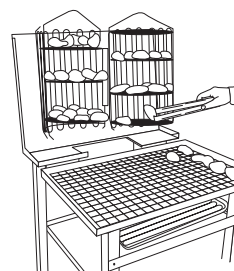

FIGURA 14
8. **Descarga de la cesta** (Figura 14). Coloque los productos cocidos en una bandeja corrugada y gire la cavidad (hueso) hacia abajo cuando corresponda. Coloque la bandeja en el gabinete de retención.